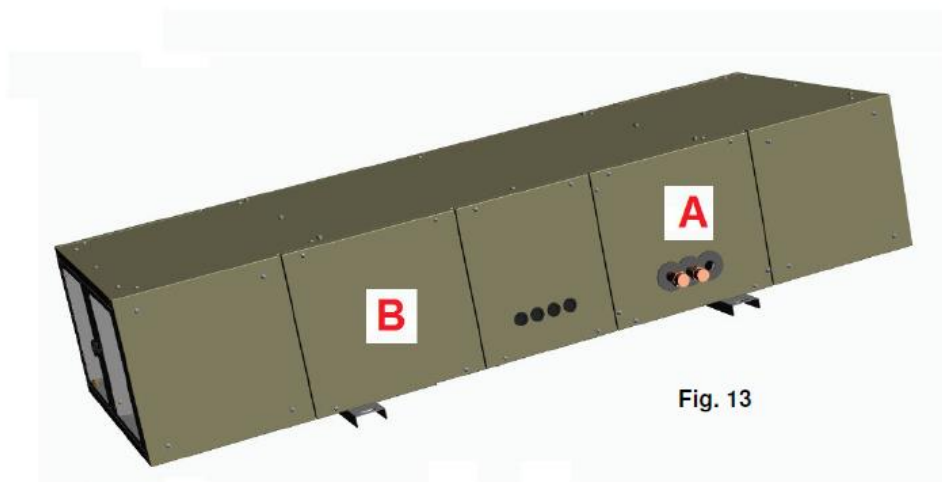

Fig. 13
- W celu montażu wymiennika wodnego w miejsce panelu B, zdejmij panel A wyposażony w uszczelki do połączeń hydraulicznych. Panel A zamontuj w miejsce panelu B po uprzednim usunięciu panelu B. Panel B zamontuj w miejscu panelu A. W niektórych modelach należy obrócić panel A o 180°, aby dopasować otwory hydrauliczne (fig. 13)